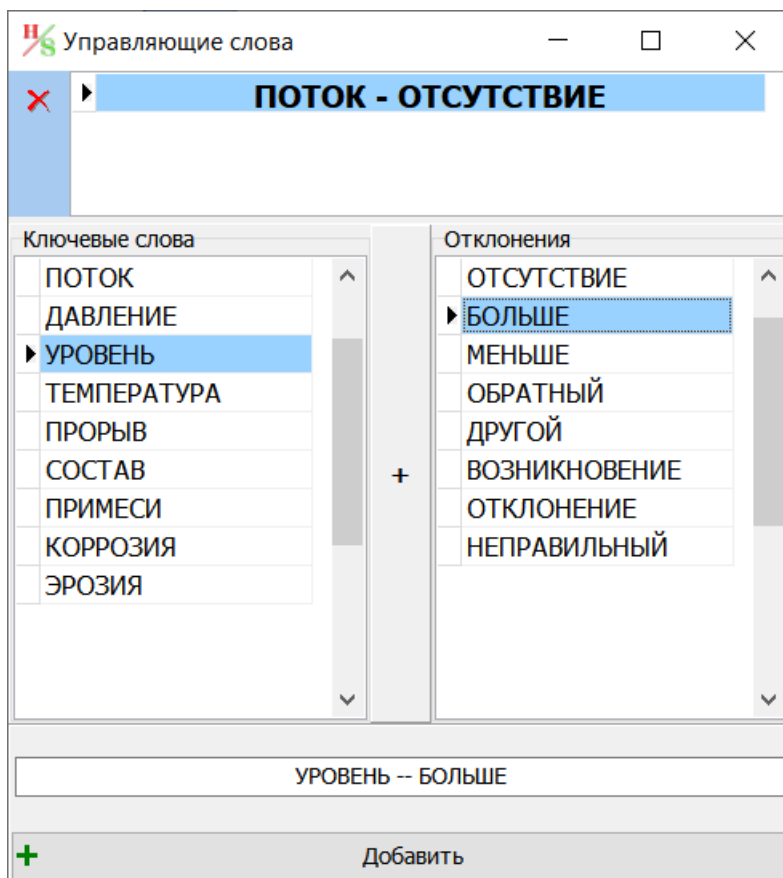

Рисунок 3.17 – Окно «Управляющие слова»
Управляющее слово HAZOP формируется как комбинация «ключевого слова», которое задает параметр технологического процесса, анализируемый в ходе исследования конкретного узла HAZOP, и «отклонения», которое определяет характер потенциально опасного события (см. рисунок 3.17).
– под списками ключевых слов и отклонений (см. рисунок 3.17) появится сформированное управляющее слово. При необходимости, внесите изменения выбрав другое ключевое слово или отклонение;
– если управляющее слово сформировано правильно, то сохраните его в список управляющих слов, щелкнув левой кнопкой мыши по кнопке « Добавить» внизу окна «Управляющие слова» (см. рисунок 3.17).
б) Для **добавления дополнительных управляющих слов** в окне «Управляющие слова» (см. рисунок 3.17) воспользуйтесь указаниями подпунктов «б» и «в» из предыдущего пункта 1.
– выберите управляющее слово из списка в верхней части окна «Управляющие слова» (см. рисунок 3.17), щелкнув по нему левой кнопкой мыши. Выбранное управляющее слово будет подсвечено голубым цветом;
– нажмите кнопку «**X**» (Удалить) в левом верхнем углу окна «Управляющие слова» (см. рисунок 3.17) и управляющее слово будет удалено из списка.